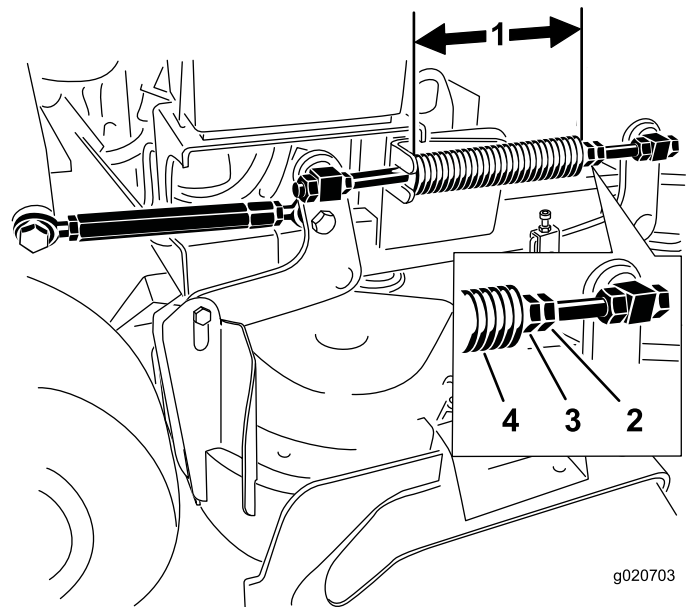

Figura 87
Nota: La longitud nominal es de 28,2 cm para carcasas de corte de 91 cm y de 25,7 cm para carcasas de corte de 102 cm (Figura 87).
3. Ajuste esta distancia aflojando la contratuerca elástica y girando la tuerca que está delante de cada muelle (Figura 87).
4. Fije la tuerca en la posición deseada apretando la contratuerca elástica (Figura 87).